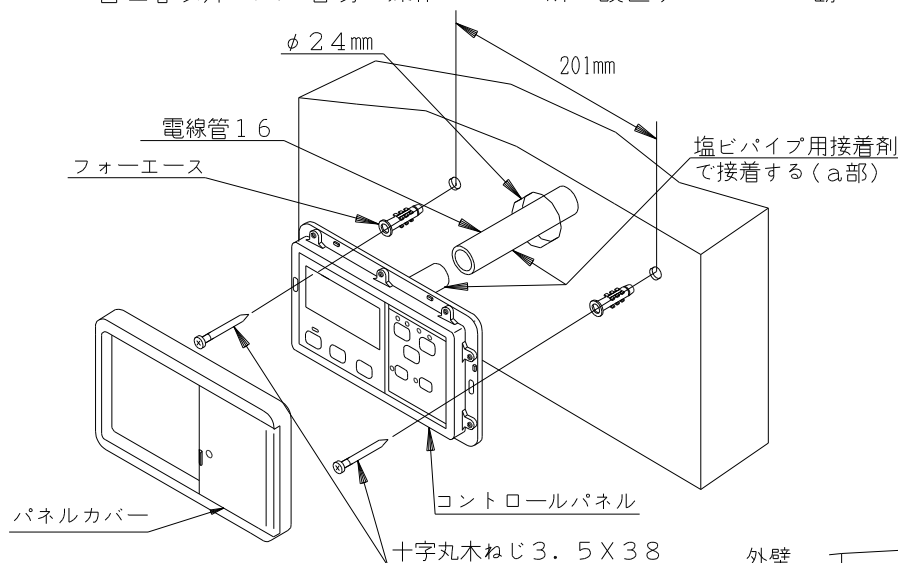

図4-1 コントロールパネル取り付け 1
- ③ コントロールパネルと電線管 16 を塩ビパイプ用の接着剤で接着する。(図4-1のa部参照)
- ④ パネルカバーを外し、コントロールパネルを浴室の壁に十字丸木ねじ 3.5 X 38 で取り付ける。必要に応じてフォーエースを使用する。